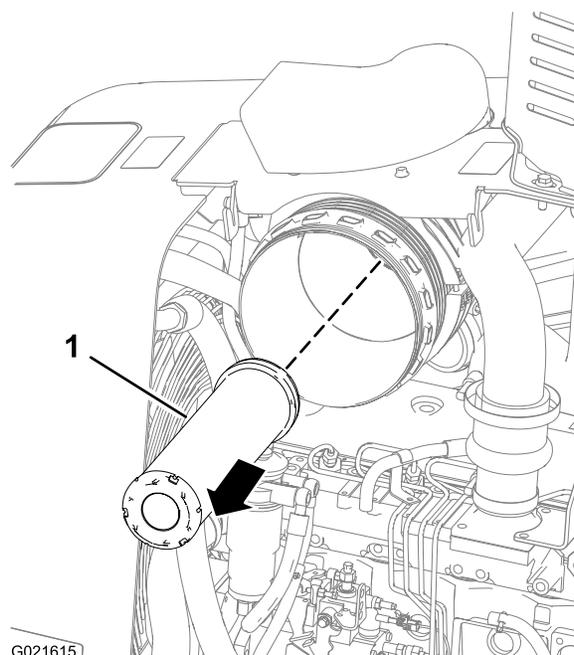

Figure 51
Tirez l'élément filtrant secondaire vers l'extérieur et sortez-le du boîtier du filtre à air (Figure 51).
- Insérez l'élément filtrant secondaire neuf dans le boîtier du filtre à air (Figure 51).